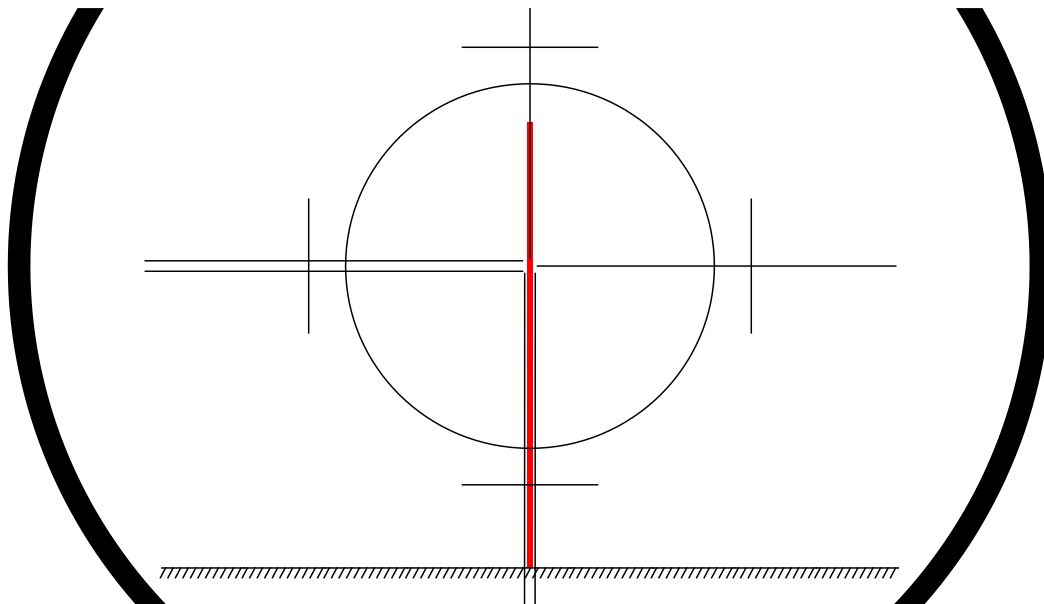

Рис. 6. Наведение вертикальной нити сетки на ось миры.
- 5) Правой рукой закрепите зажимы зрительной трубы и алидады 19 и 20 в положение «от себя». Выполните точное наведение на миру. Для этого, попеременно вращая наводящий винт зрительной трубы 22 и алидады 23, наведите перекрестие сетки нитей на миру. Добейтесь того, чтобы вертикальная нить сетки совпадала с осью миры. Для более точного наведения можно воспользоваться вертикальным биссектором и поместить ось миры между его нитями (рис. 6).
- 12) Когда изображение мира появится в поле зрения, левой рукой закрепите зажимы зрительной трубы и алидады 19 и 20 в положение «к себе». Поочередно вращая наводящий винт зрительной трубы 22 и алидады 23, наведите перекрестие сетки нитей на мир. Добейтесь того, чтобы вертикальная нить сетки совпадала с осью мира (рис. 6).
- 13) Посмотрите в микроскоп. При необходимости подстройте яркость изображения зеркалом подсветки. Плавно вращая рукоятку микрометра 18, совместите штрихи в нижнем окошке. Возьмите отсчет по горизонтальному кругу (M2) и занесите его в ведомость в графу (4). Наблюдение мира завершено.